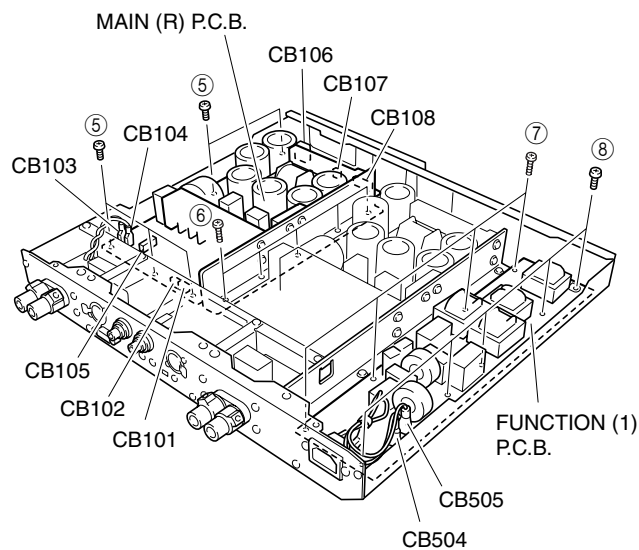
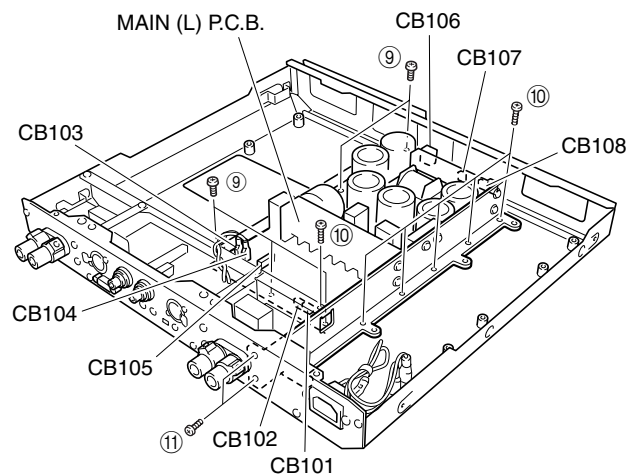

Fig. 3
Fig. 4
4. Removal of MAIN (R) P.C.B.
- Remove 5 screws (⑤) and 5 screws (⑥). (Fig. 3)
- Remove the connectors (CB101 to CB108) on the MAIN (R) P.C.B. (Fig. 3)
- Remove the MAIN (R) P.C.B. upward.
5. Removal of FUNCTION (1) P.C.B.
- Remove 4 screws (⑦) and 5 screws (⑧). (Fig. 3)
- Remove the connectors (CB504, CB505) on the FUNCTION (1) P.C.B. (Fig. 3)
- Remove the FUNCTION (1) P.C.B. upward.
6. Removal of MAIN (L) P.C.B.
- Remove 5 screws (⑨), 6 screws (⑩) and 2 screws (⑪). (Fig. 4)
- Remove the connectors (CB101 to CB108) on the MAIN (L) P.C.B. (Fig. 4)
- Release the angle catching the MAIN (L) P.C.B. and remove it upward.
4. MAIN (R) P.C.B.の外し方
- ⑤のネジ5本、⑥のネジ5本を外します。(Fig. 3)
- MAIN (R) P.C.B.上のコネクタ(CB101~CB108)を外します。(Fig. 3)
- MAIN (R) P.C.B.を上方に取り外します。
5. FUNCTION (1) P.C.B.の外し方
- ⑦のネジ4本、⑧のネジ5本を外します。(Fig. 3)
- FUNCTION (1) P.C.B.上のコネクタ(CB504、CB505)を取り外します。(Fig. 3)
- FUNCTION (1) P.C.B.を上方に取り外します。
6. MAIN (L) P.C.B.の外し方
- ⑨のネジ5本、⑩のネジ6本、⑪のネジ2本を外します。(Fig. 4)
- MAIN(L) P.C.B.上のコネクタ(CB101~CB108)を外します。(Fig. 4)
- MAIN (L) P.C.B.をアングルの引っかかりをずらし、上方に取り外します。